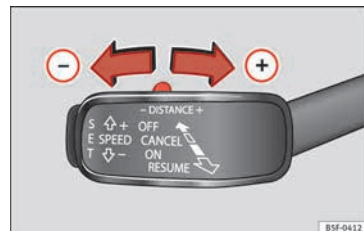

Fig. 199 Palanca de mando: ajustar la distancia.
- Para indicar la distancia programada actualmente, pulse brevemente la tecla basculante » fig. 199.